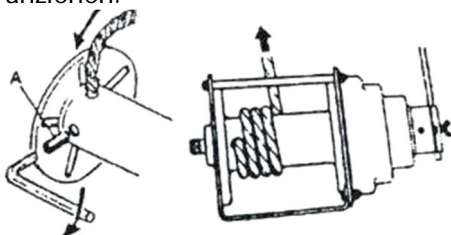

Abbildung 3
**Montage des Seils für die Winde von 1 t** (siehe Abbildung 3) - Lösen Sie den fixierenden Bolzen oder die Einstellschraube und führen Sie das Ende des Seils in die Trommel auf 72 mm bis zum Ende des Seils ein. Befestigungsschraube fest anziehen.
Um die Ladungen auf die kurzen Entfernungen zu ziehen, müssen die folgenden Forderungen erfüllt sein (siehe Tabelle 3, Abbildung 3)